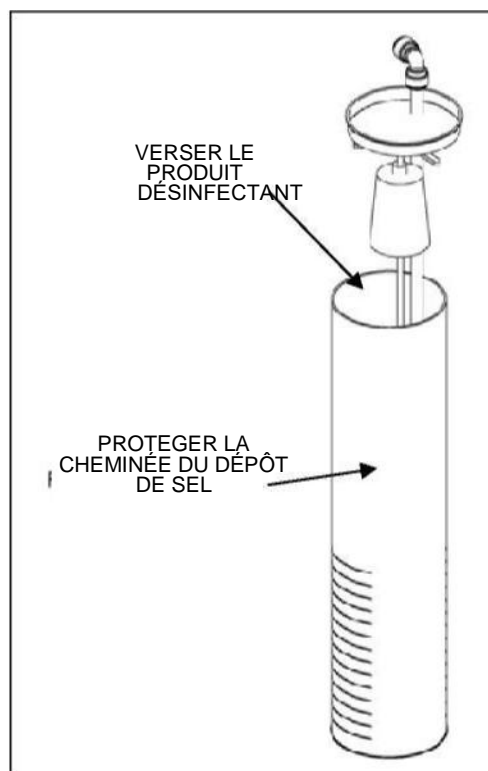

Fig. 14
2. Ouvrez le couvercle de la cheminée de protection (voir la fig. 14).